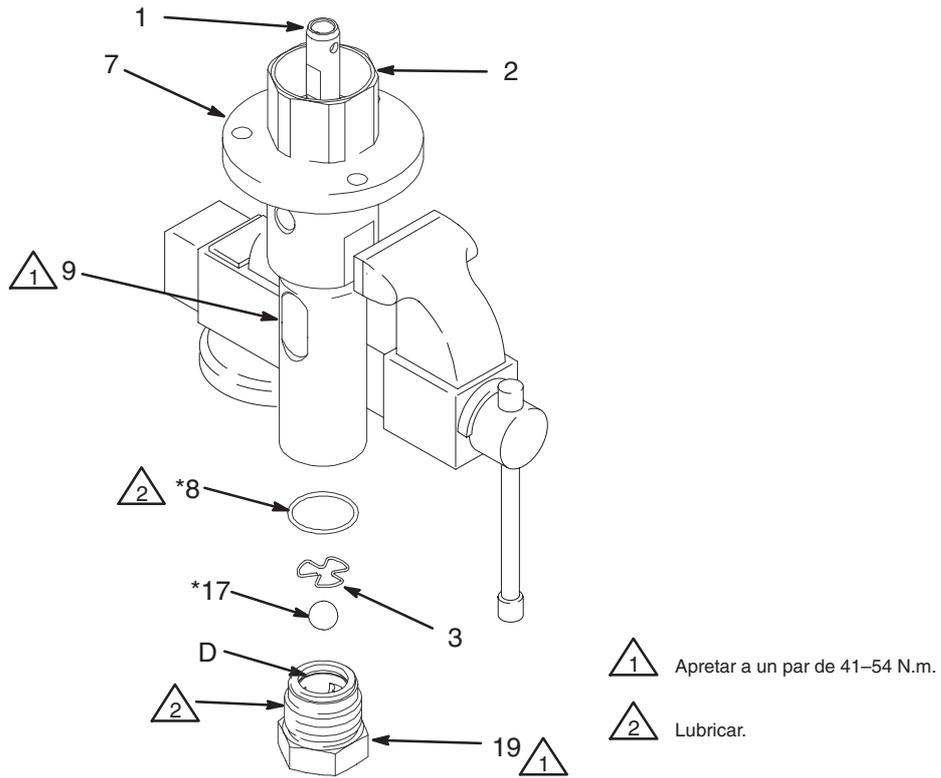

Fig. 4
1. Fig. 4. Coloque el alojamiento de salida (7) en un torno de banco.
2. Coloque la llave inglesa en las partes planas de la válvula de admisión (19). Desenrosque la válvula de admisión del cilindro (9). Retire la junta (8) de la válvula de admisión. Retire el tope de la bola (3) y la bola (17). Inspeccione la bola y el asiento (D) de la válvula de admisión en busca de signos de desgaste o daños.
3. Desenrosque el cilindro (9). Tire suavemente del cilindro sacándolo del alojamiento de salida. El conjunto del eje de desplazamiento (1) y el pistón podrían salir con el cilindro. Si no fuera así, saque el eje de desplazamiento.
- b. Fig. 4. Saque la junta (8) del cilindro (9). Ilumine el interior del cilindro para inspeccionar su superficie interna en busca de muescas o desgaste.